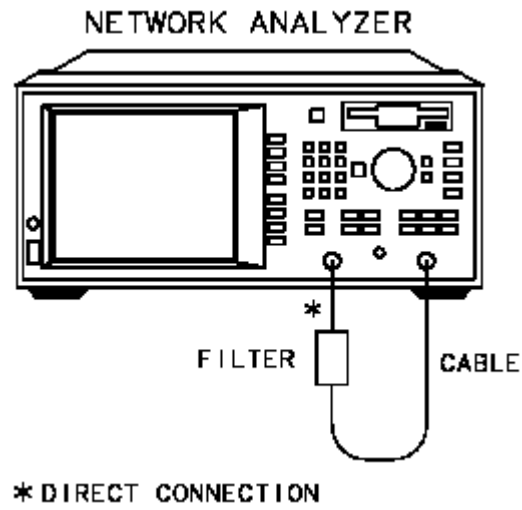

Figura 2-24. Configuración para la Medida de un Filtro RF.
4. Conecte el filtro RF como se muestra en la Figura 2-24